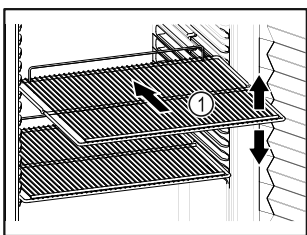

Fig. 52 Ενδεικτική απεικόνιση
- Εάν οι σχάρες Fig. 52 (1) είναι ρυθμιζόμενες, προσαρμόστε τα ανάλογα με το ύψος.